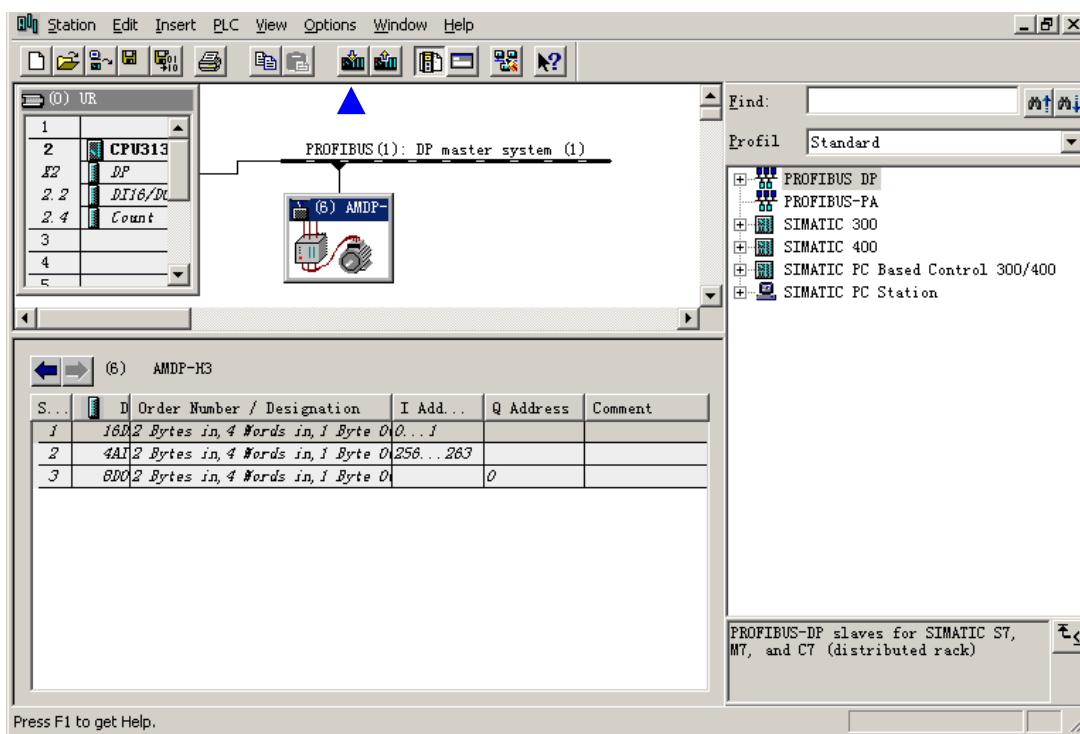

图 3.11
4、下载配置信息到 PLC 中，如图 3.11 所示，点击蓝色箭头所指的工具栏中的下载按钮进行下载。